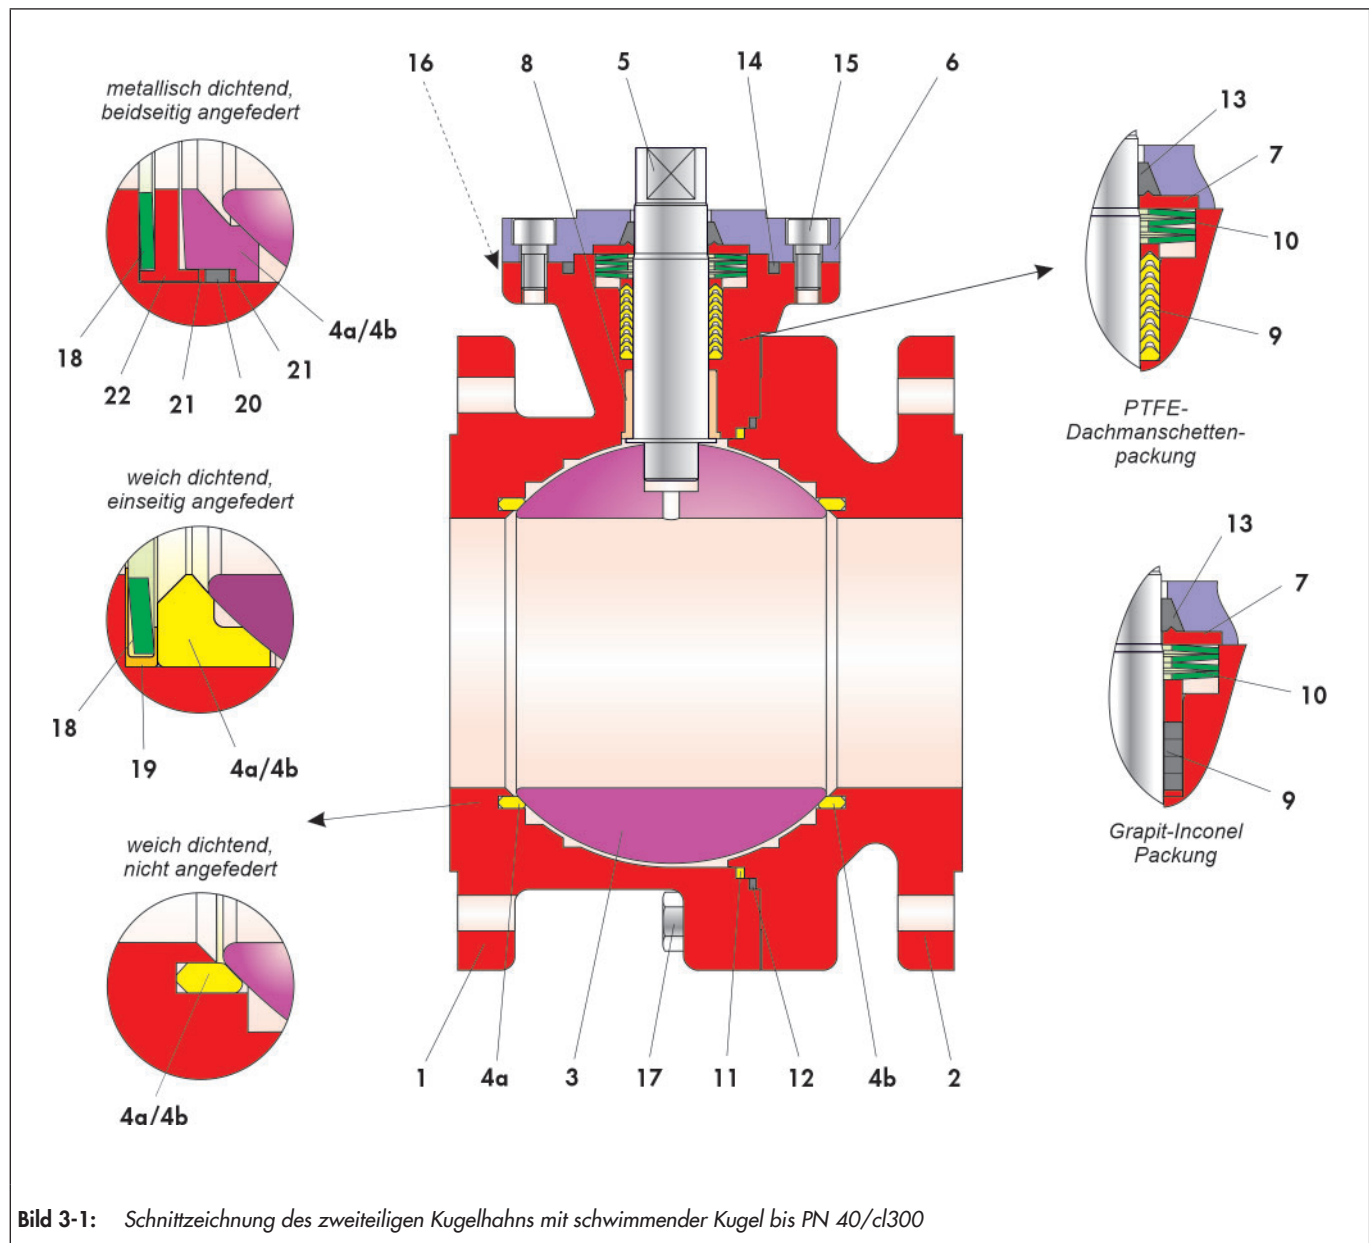

Bild 3-1: Schnittzeichnung des zweiteiligen Kugelhahns mit schwimmender Kugel bis PN 40/cl300
Die in Bild 3-1 dargestellte Lage und Anordnung der Einzelteile ist bei der Montage einzuhalten.
- ⇒ Dachmanschettenpackung oder Graphit-Packung (9) mit einer leicht drehenden Bewegung über die montierte Schaltwelle (5) schieben und in die Packungsaufnahme des Grundgehäuses (1) einlegen. Anordnung der V-Manschetten vgl. Bild 3-1.
- ⇒ Tellerfedersatz (10) auf die Packung (9) legen. Anordnung der Tellerfedern vgl. Bild 3-1.
- ⇒ Buchse (7) über die Schaltwelle (5) schieben, dass diese auf den Tellerfedern (10) aufliegt.
- ⇒ Kohlegraphitring (13) vorsichtig über die Schaltwelle (5) bis auf die Buchse (7) schieben.
- ⇒ Kohlegraphitring (14) in die Nut des Stopfbuchsflansches (6) einlegen.
- ⇒ Stopfbuchsflansch (6) über die Schaltwelle (5) auf das Grundgehäuse (1) aufsetzen.
- ⇒ Schrauben (15) leicht einfetten.
- ⇒ Stopfbuchsflansch (6) mit den Schrauben (15) justieren und gleichmäßig und wechselseitig anziehen.